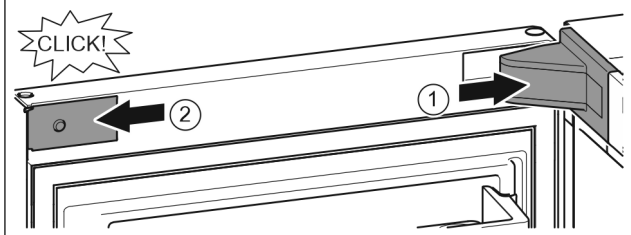

Fig. 18
- ▶ Nasadte a zaklapněte kryt stojanu ložiska, příp. opatrně odtlačte od sebe. Fig. 18 (1)
- ▶ Z boku nasadte zásepku a zaklapněte. Fig. 18 (2)